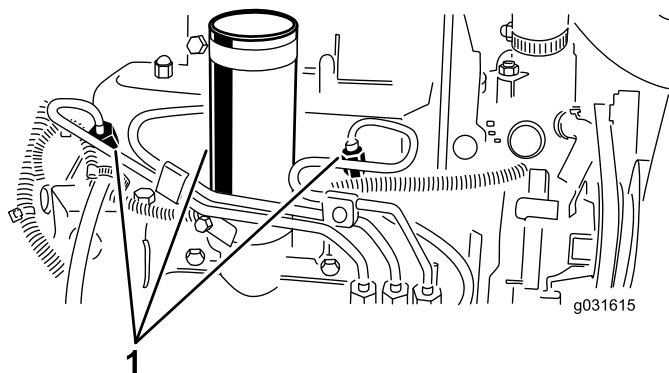

Figura 51
1. Allentate il raccordo dell'ugello n. 1 ed il gruppo portaugelli (Figura 51).